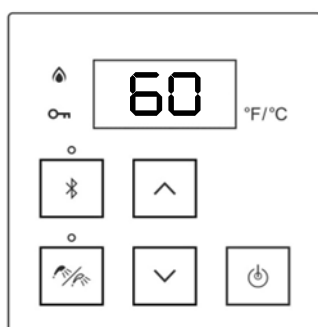

Figure 77
13. L'écran affiche « 60 » (figure 77), ce qui correspond au temps de rinçage restant en minutes. Ce nombre diminue d'un par minute. Si, pour une raison quelconque, le rinçage doit être interrompu, arrêter la pompe. Le nombre affiché ne diminue pas tant que l'appareil ne détecte pas d'écoulement d'eau. Lorsque la pompe se remet en marche, le temps de rinçage restant recommence également à diminuer.